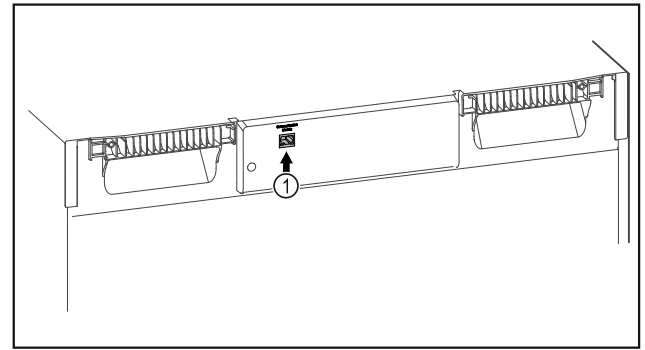

Fig. 88
- ☐ Το SmartModule Fig. 88 (1) χρησιμοποιείται.